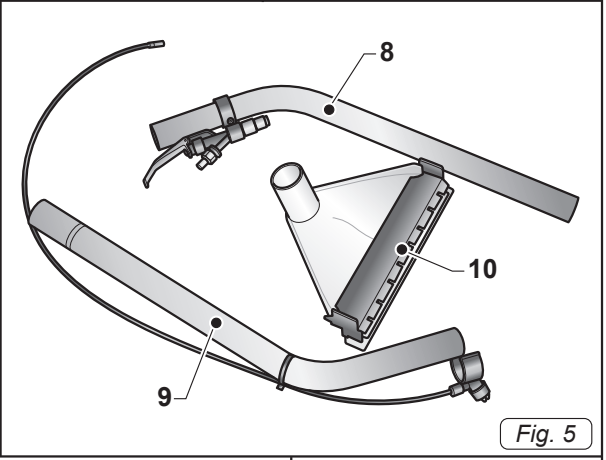

Fig. 5
- Oberrohr (8 Abb. 5).
- Unterrohr (9 Abb. 5) komplett mit Rohr für Reinigungsmittel und Düse.
- Düse für Teppiche und Bodenbeläge (10 Abb. 5).